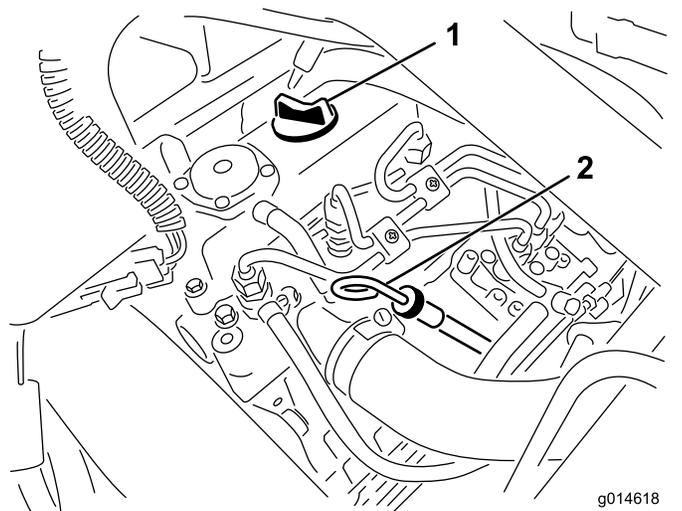

Рисунок 28
2. Выньте щуп и протрите его чистой ветошью (Рисунок 28). Вставьте щуп в трубку и убедитесь, что он вошел до упора. Выньте щуп из трубки и проверьте уровень масла. Если уровень масла низкий, снимите крышку заливной горловины и **медленно** долейте масло так, чтобы его уровень доходил до отметки Full (Полный) на щупе. Заливайте масло медленно и во время процесса часто проверяйте уровень. **Не допускайте переполнения.**